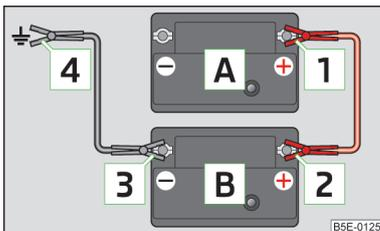

Fig. 134
- Fissare il morsetto **1** al polo positivo della batteria scarica **A** » fig. 134.